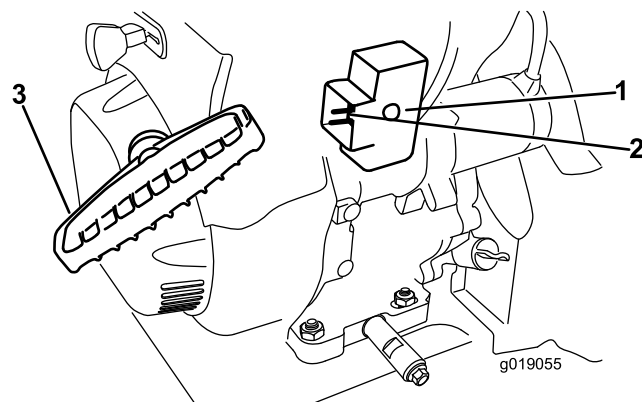

Figure 26
7. Démarrez la machine en tirant sur le lanceur ou en appuyant sur le bouton du démarreur électrique (Figure 26).